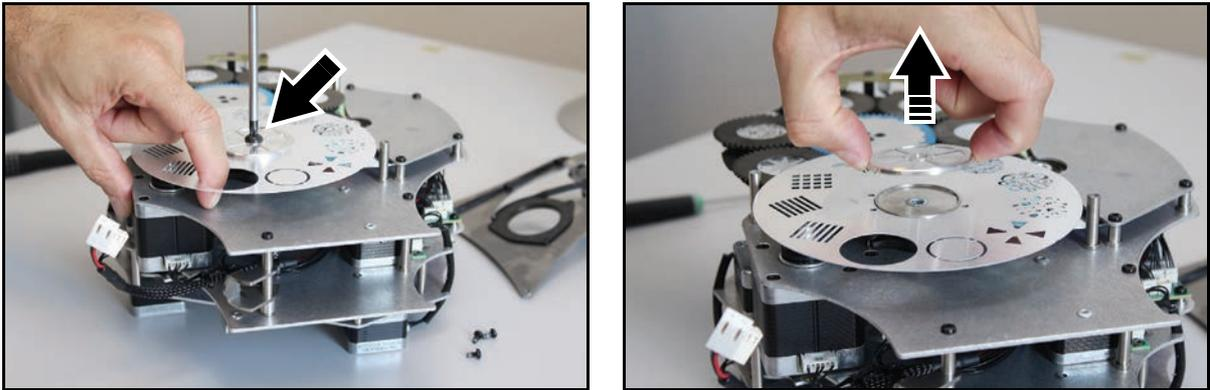

Bild 16: Entfernen des festen Goborades
- Das feste Goborad ist empfindlich. Üben Sie keinen Druck aus und verbiegen Sie das Rad nicht. Siehe Bild 16. Halten Sie das Rad mit dem Finger an der offenen Position fest und lösen Sie die Torx30-Schraube (Pfeil) der Achse. Heben Sie die Aluminiumscheibe ab. Sie können das feste Goborad jetzt entfernen.